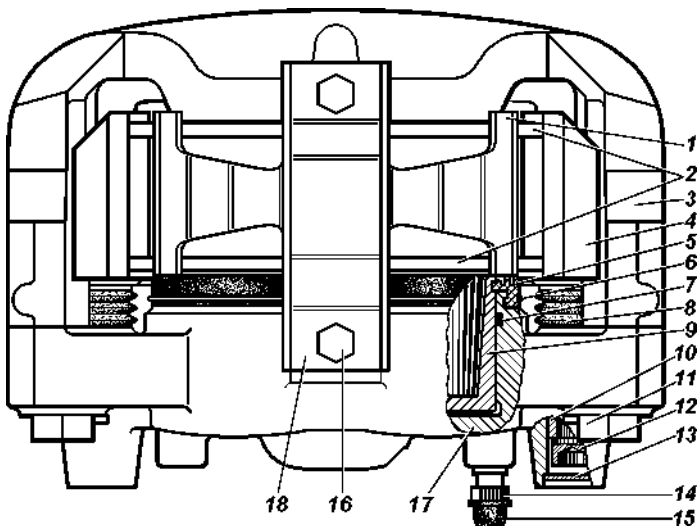

Рис. 9.21. Передние дисковые тормоза:
**Дисковые тормозные механизмы передних колес.** Для осмотра тормозных колодок 2 (рис. 9.21) установите автомобиль на горизонтальной площадке, затормозите стояночным тормозом. Осмотр колодок проводите через окно в суппорте 4. Если фрикционные накладки износились до толщины 1,5-2,0 мм, то замените колодки новыми. Замену производите на обоих передних тормозах.